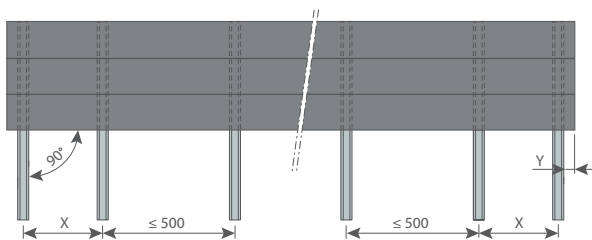

Abb. 1: 90° Installation
- + Installation 90° (Abb. 1): für alle in dieser Anleitung erwähnten Unterkonstruktionen möglich.